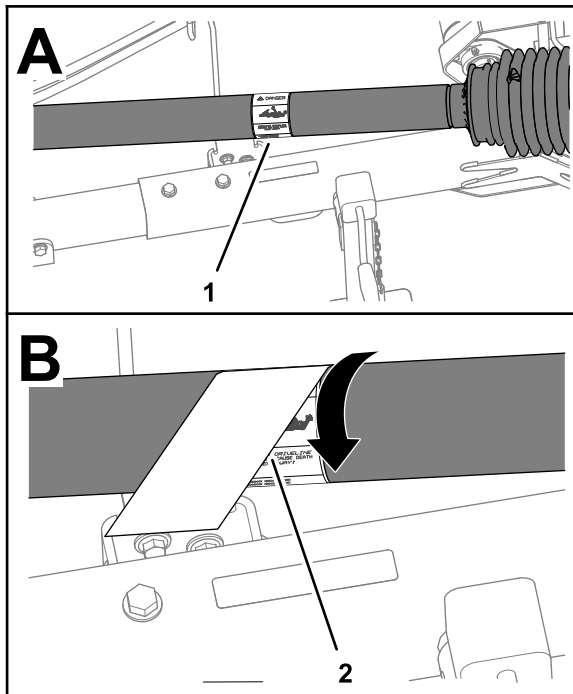

Figura 2
1. Gire el protector del árbol de la TDF para acceder a la pegatina existente de enredamiento (Figura 2).
4. Coloque la pegatina de enredamiento CE sobre la pegatina de enredamiento existente (Figura 2).